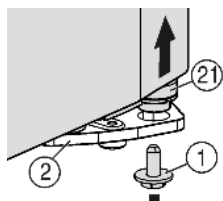
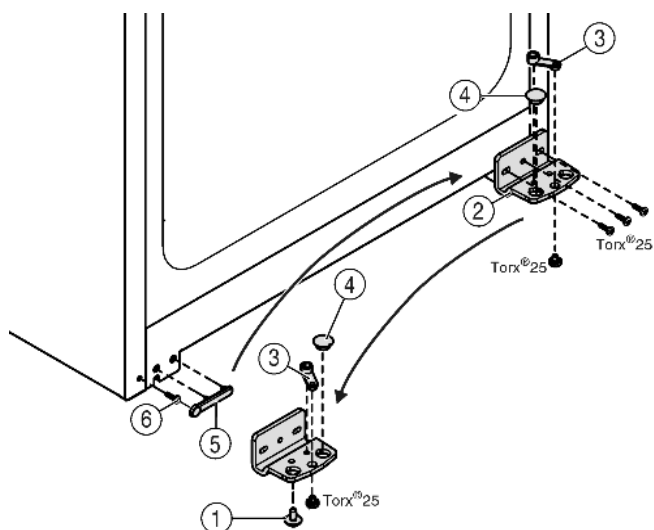

Fig. 5
Fig. 6
- ▶ Na dole po prawej stronie odkręcić śrubę zabezpieczającą Fig. 5 (1) z płytki zawiasu.
- ▷ Trzpień zawiasu Fig. 5 (21) luzuje się w płytce zawiasu Fig. 6 (2).
- ▶ Jeśli trzpień zawiasu Fig. 5 (21) nie poluzuje się, należy wycisnąć go od dołu.
- ▶ Odkręcić płytkę zawiasu Fig. 6 (2).
- ▶ Odkręcić element zawiasu Fig. 6 (3), przenieść do przeciwnego otworu zawiasu i tam dokręcić.
- ▶ Zatyczki Fig. 6 (4) wyjąć z płytki zawiasu i przenieść do przeciwnego otworu zawiasu.
- ▶ Ostrożnie podnieść osłonę Fig. 6 (5) od strony uchwytu.
- ▶ Wykręcić śrubę Fig. 6 (6) i ponownie wkręcić po przeciwnej stronie.
- ▶ Ponownie założyć osłonę Fig. 6 (5).
- ▶ Przykręcić mocno płytkę zawiasu Fig. 6 (2) na nowej stronie (z siłą 4 Nm), w razie potrzeby za pomocą wkrętarki akumulatorowej.
- ▶ Śrubę zabezpieczającą Fig. 5 (1) wkręcić w trzpień zawiasu i mocno dokręcić (z siłą 4 Nm).